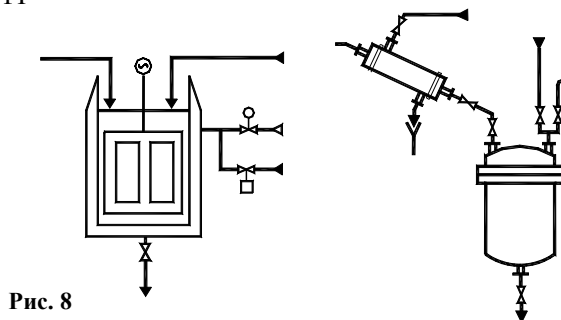

Рис. 8
*Упражнение:* Выполнить фрагмент технологической схемы с использованием полилиний (рис. 8).